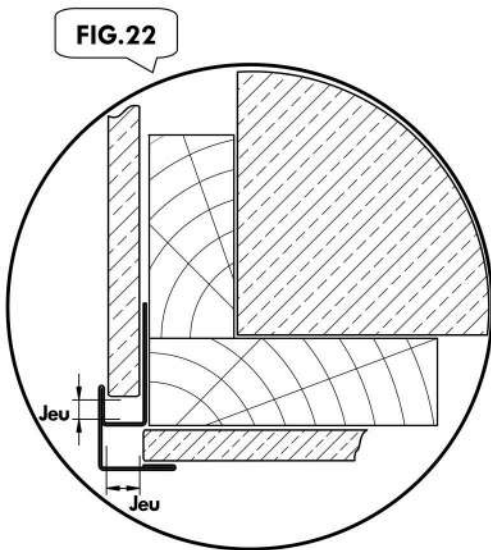

FIG.22
• Commencer la pose du bardage en partie basse de la façade dans un profilé d'angle en respectant les jeux de dilatation adéquats (cf tableau « Jeux de dilatation » §6 - Fig. 22 à 26).
6. JEUX DE DILATATION (Fig. 22 à 26)